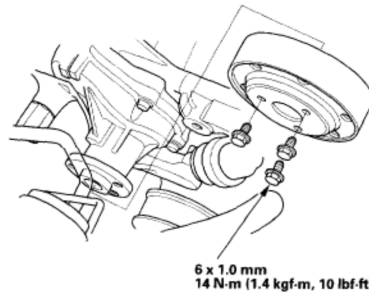

Figure 5
9. Reinstall the water pump pulley. Torque water pump pulley bolts to 14 Nm / 10 ft lbs (Figure 5)
9. Réinstaller la poulie de la pompe à eau. Serrer au couple de 14 N.m / 10 pi-lb (figure 5)